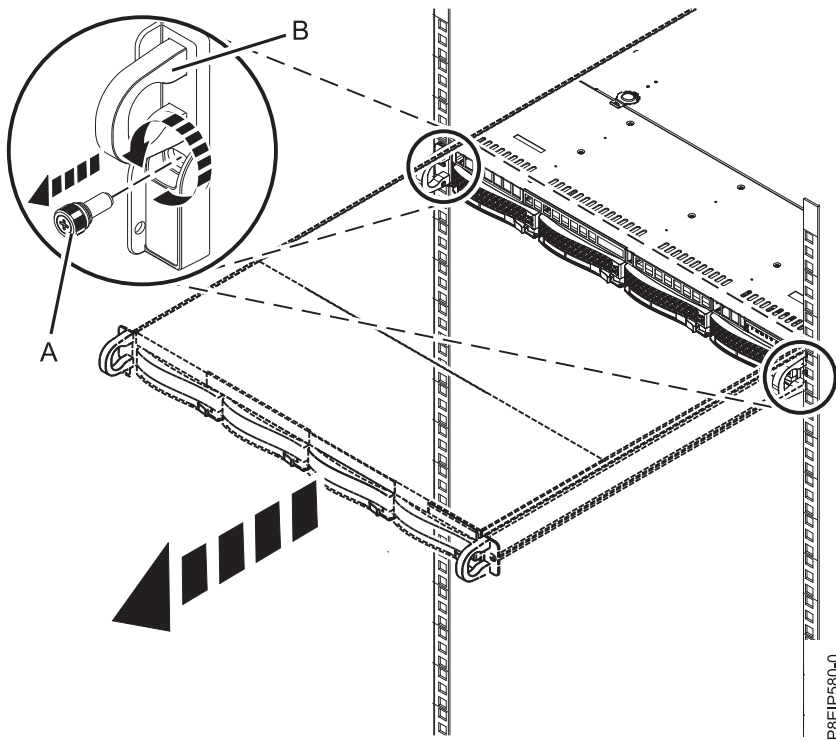

Figure 59. Retrait des vis avant et retrait du système de l'armoire
2. Retirez les vis frontales fixant le système à l'armoire des deux côtés du système, comme indiqué dans la figure 59, à la page 96.